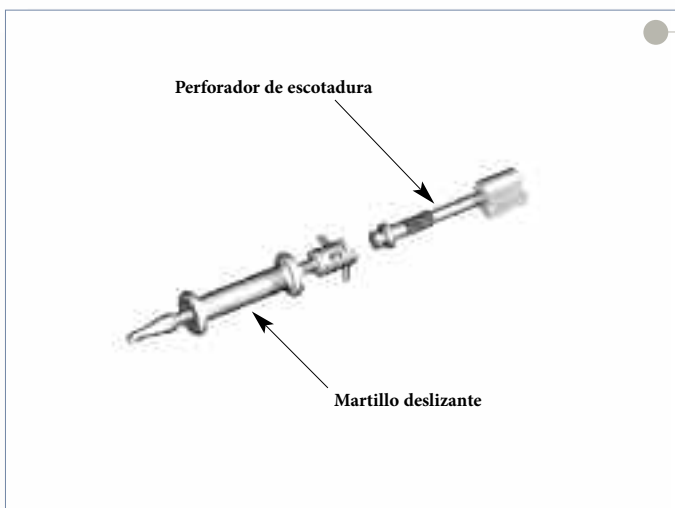

Figura 32
- ▶ Si fuera necesario, retire el compactador de las vías con un martillo deslizante (**Figura 32**).